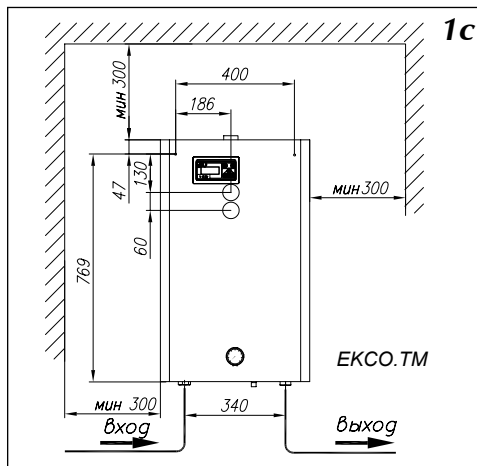

Рис.1 Эскиз крепления котла на стене.
1. Замонтировать котел на монтажных винтах в вертикальном положении, соединительные патрубки должны быть внизу, должны быть выдержаны (согласно рис.1) минимальные расстояния от стен и потолка.